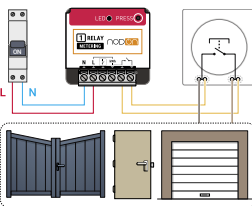

Figure 3
- Câblez le Module Multifonction avec mesure de la consommation Zigbee, en parallèle du poussoir selon le schéma figure 3.